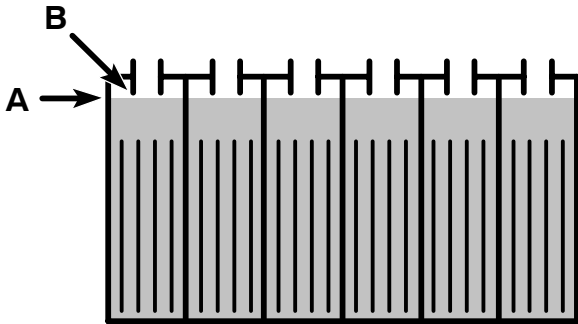

РИС. 58
3. После зарядки батарей проверьте уровень электролита (А) в каждом элементе. Уровень должен находиться приблизительно на расстоянии 1 см от низа порта наполнения (В). При необходимости долейте дистиллированную воду (Рисунок 58). НЕ ПЕРЕЛИВАЙТЕ